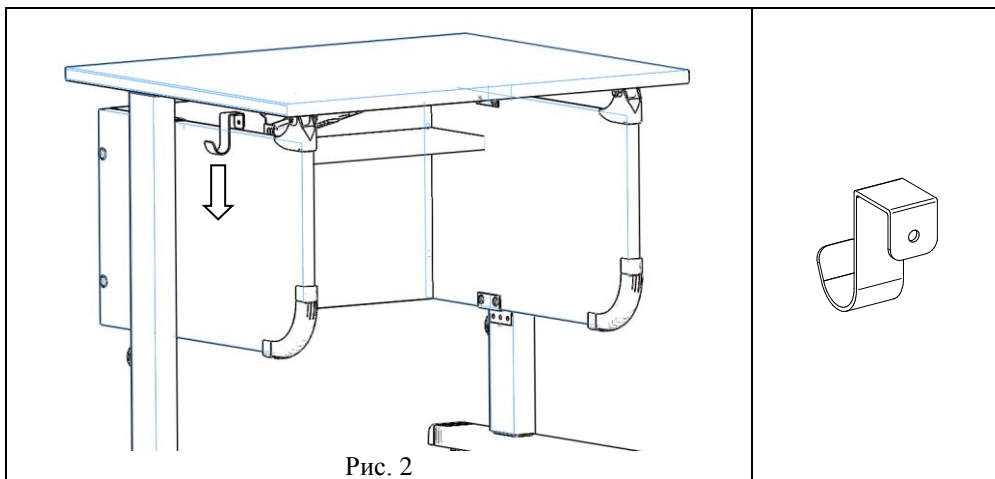

Рис. 2
5.1.2. Сборку по п. 5.1.1. закрепить с помощью саморезов с потайголовкой 4x12 мм (поз.7, пакет № 88), см.рис.2. Поверх наклейки декоративной, в местах крепления ее к стенке боковой, установить заглушку (поз.2, пакет № 92А) до защёлкивания, см. рис. 2а.
<p style="text-align: center;">Рис. 2</p>	 <p style="text-align: center;">2x</p>
<p style="text-align: center;">Рис. 2а</p>	 <p style="text-align: center;">2x</p>
Установить крючок (поз.1, пакет №66) на стенку боковую правую и левую, см. рис.2.